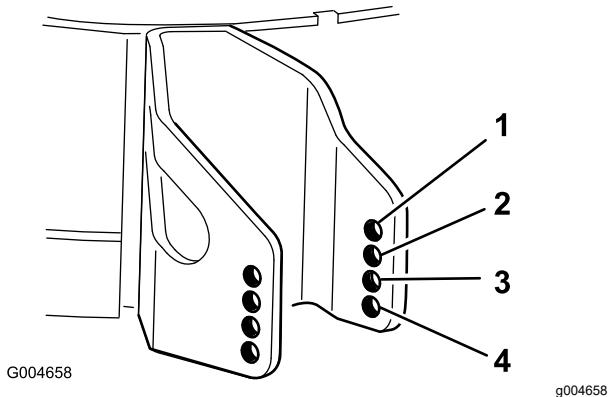

Figura 11
4. Escolha a dimensão do orifício ideal para que o rolo antidano fique posicionado o mais próximo possível da altura de corte pretendida (Figura 11).